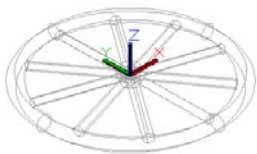

图 10.138 并集效果
(7) 设置【视图】为【西南等轴测】，单击【常用】/【实体编辑】/【并集】按钮, 拾取所有对象，进行并集运算，效果如图 10.138 所示。